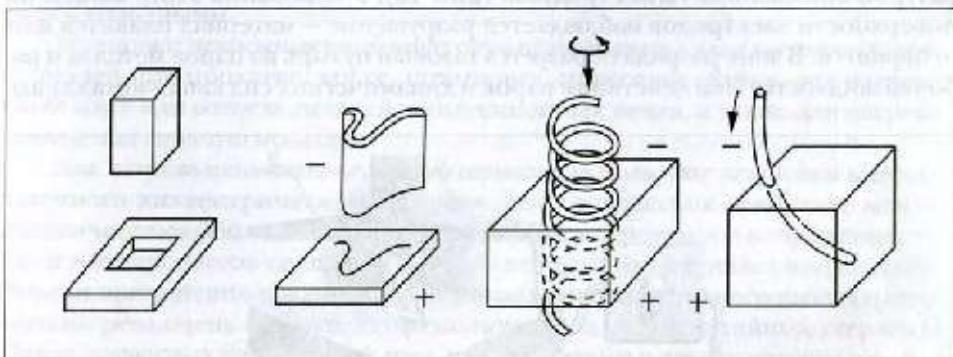
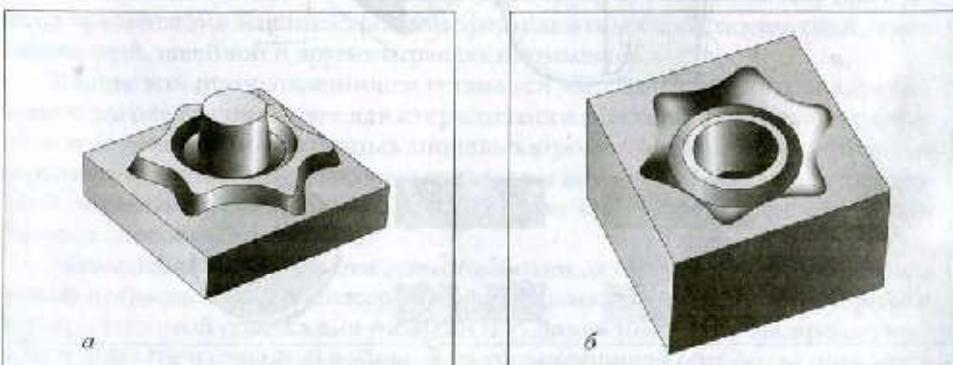

Рис. 13. Отверстия, изготавливаемые электроэррозионной обработкой (метод прошивки)
Рис. 14. Электрод-инструмент (а) и полученная методом электроэррозионного копирования деталь (б)
При прошивке форма электрода-инструмента в поперечном сечении совпадает с формой получаемого отверстия (рис. 13). При копировании на деталь переносится форма нижней поверхности электрода-инструмента (рис. 14).
- возможность изготовления деталей сложных форм, криволинейных отверстий и отверстий некруглого сечения (см. рис. 13), которые нельзя получить другими способами обработки;